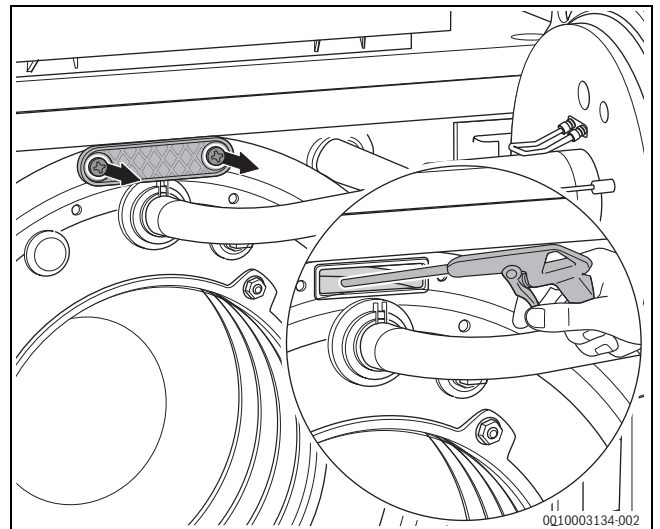

Bild 12 Wärmetauscher mit Sprühlanze reinigen
- ▶ Lose Partikel mit Wasser (z. B. Sprühlanze; Zubehör) aus dem Feuerraum und dem Abgasmantel spülen (→Bild 12).